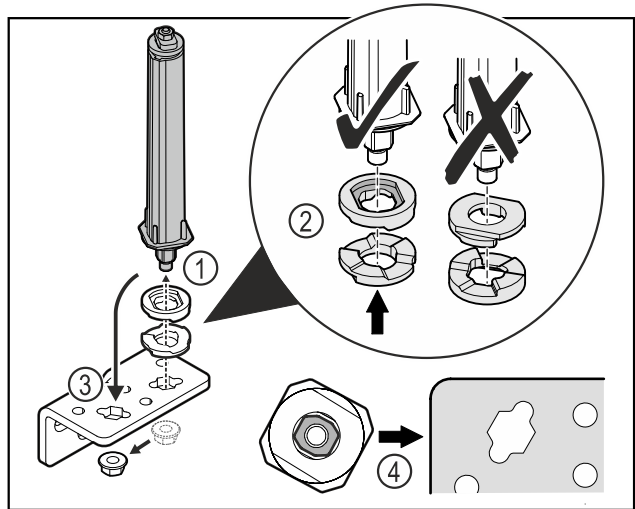

Fig. 20
- ▶ Desserrer l'écrou et retirer le système de fermeture de porte Fig. 20 (1).
- ▶ Veiller à ce que les rondelles de réglage de la hauteur soient correctement orientées Fig. 20 (2).
- ▶ Mettre le système de fermeture de la porte dans l'autre trou de l'équerre de charnière et le fixer avec l'écrou Fig. 20 (3).
- ▶ Lors de la mise en place, veiller à bien orienter le système de fermeture de porte Fig. 20 (4).